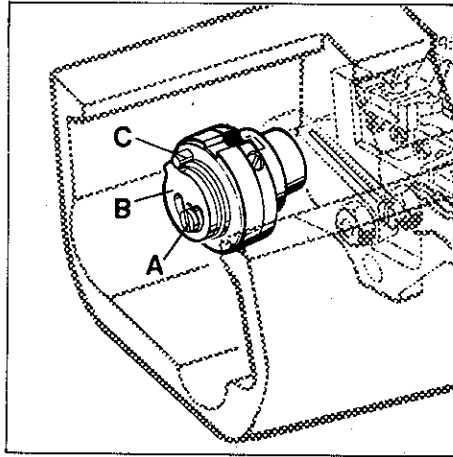

Fig.75
Loosen screw (A, Fig. 75). Adjust the largest possible stitch length, the main feed dog should have equal clearance on all sides of the throat plate slots. Then turn the stop (B) against roll pin (C). Retighten screw (A).
Lösen Sie die Schraube (A, Fig. 75). Stellen Sie die größtmögliche SticHLänge ein, der Haupttransporteur muß an allen Seiten der Stichplattenschlitze einen gleichmäßigen Abstand haben. Drehen Sie dann den Anschlag (B) gegen die Spannhülse (C). Ziehen Sie die Schraube (A) wieder an.